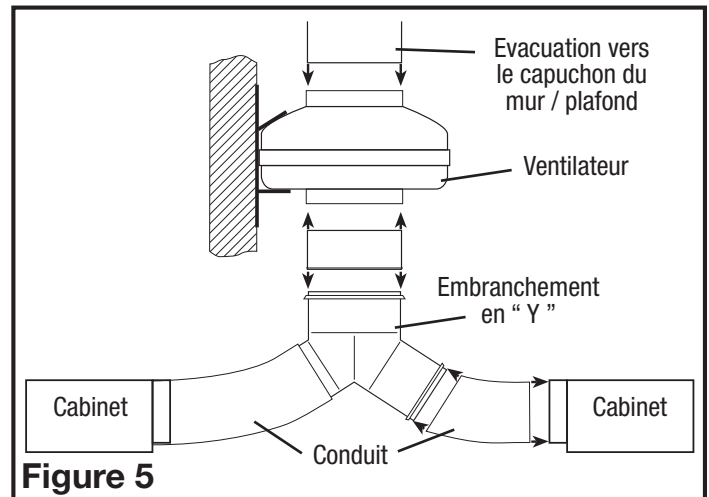

Figure 5
1. Raccordez une extrémité du conduit (non inclus) au collet / clapet au niveau de la pièce et l'autre extrémité à l'embranchement en "Y". Fixez les deux extrémités en place en utilisant du ruban ou un serre-joint afin de créer un joint aussi étanche que possible. Répétez cette étape pour le châssis de la grille de l'autre pièce (**Figure 5**).
2. Raccordez une extrémité du conduit à la partie supérieure de l'embranchement en "Y" et l'autre extrémité à la prise d'entrée du ventilateur (**Figure 5**).
3. Raccordez une extrémité du conduit à l'évacuation du ventilateur et l'autre extrémité à un capuchon de mur ou de plafond (**Figure 5**). Toujours canaliser le ventilateur vers l'extérieur par le biais d'un capuchon de mur ou de plafond.